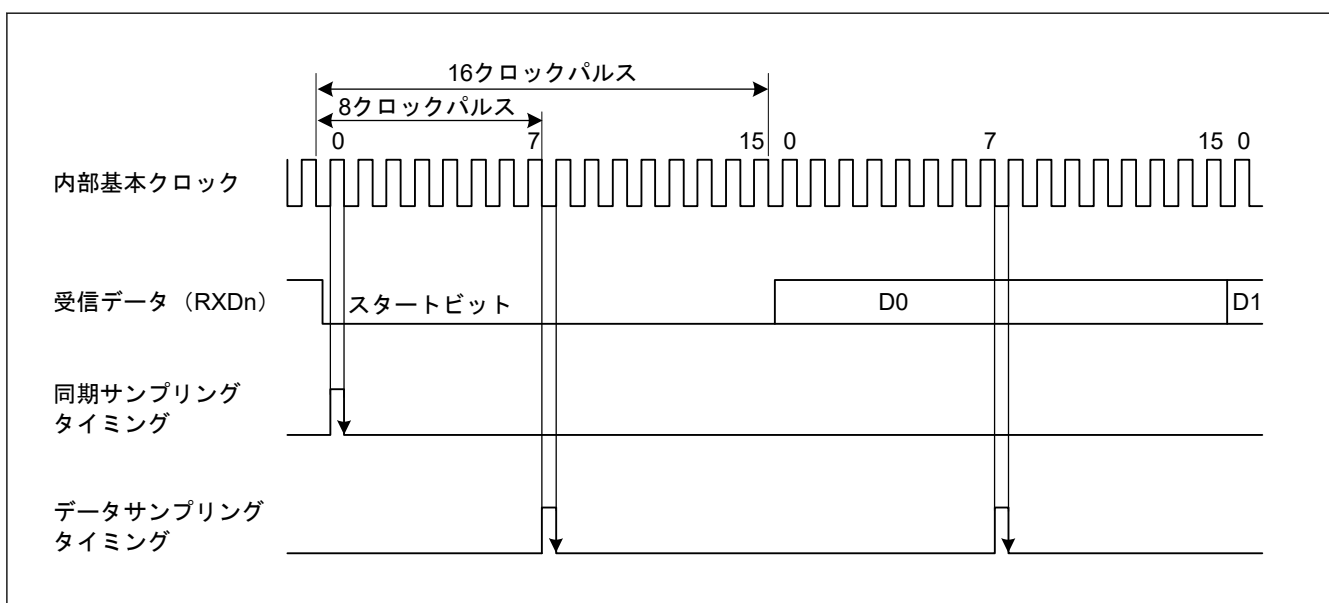

図 29.7 調歩同期式モードでの受信データサンプリングタイミング
また、図 29.7 に示すように、受信データは基本クロックの 8 パルス目(注1)の立ち上がりエッジでサンプリングされるため、各ビット (サンプリング時間を調整しない場合 (SPTR.ASEN = 0)) の途中でデータが取り込まれます。調歩同期式モードでの受信マージンは以下の式 (1) のように表すことができます。
スタートビットの決定条件は、Low 状態がビットの中間点より後ろまで続くことです。サンプリングタイミングと同様です。図 29.7 では、スタートビットを検出するためには Low 状態が 8 サイクルより長く続く必要があります。Low 状態が 8 サイクルより長く続かなかった場合は、IP はこれをノイズと判断します。したがって IP はスタートビットの受信待機をしません。